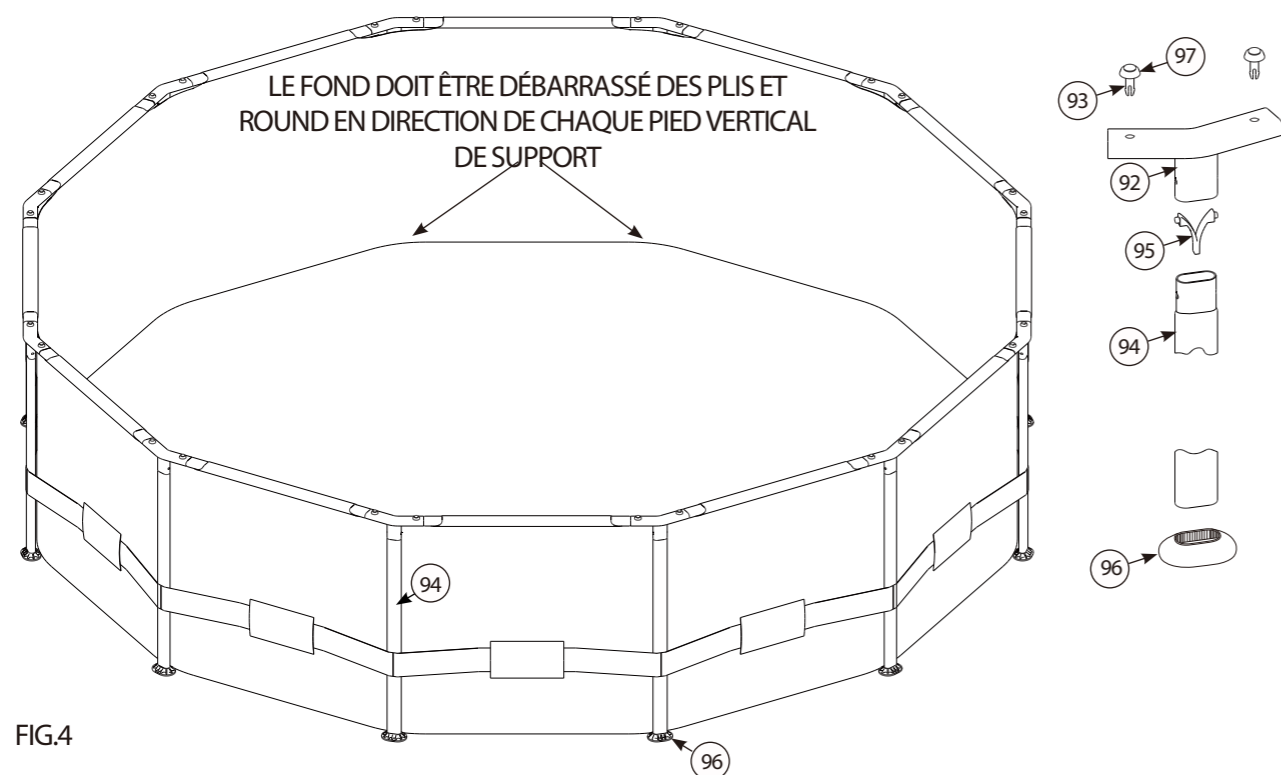

FIG. 4
D. Dès que le cadre supérieur est connecté, repérez les Pieds Verticaux (94). Ces derniers sont pourvus d'un Clip-V (95) pré-installé dans chaque extrémité supérieure. Premièrement insérez les Pieds à travers la ceinture montée à mi-hauteur tout autour de la piscine, voir **Fig. 4.** Ensuite introduisez chaque Pied dans un Raccord-Té, poussez les boutons en introduisant chaque Pied, tournez les Pieds pour aligner les boutons avec les trous des Raccords-Té jusqu'à blocage ferme. Finalement, installez le bas des Pieds Verticaux dans les Sabots (96) autant qu'ils puissent pénétrer.
F. Vérifiez que le drain est sûrement bouchonné avec le bouchon bien en place. Commencez le remplissage de la piscine en eau. NOTE: DÈS QUE L'EAU ATTEINT ENVIRON 1 POUNCE AU-DESSUS DU FOND, ARRÊTEZ LE REMPLISSAGE ET LISSEZ LES PLIS AU FOND DE LA PISCINE TOUT EN VOUS ASSURANT QUE LE FOND EST PLAT ET ÉGALÉMENT ROUND DANS TOUTES DIRECTIONS. VOIR **FIG. 4** CI-DESSOUS.